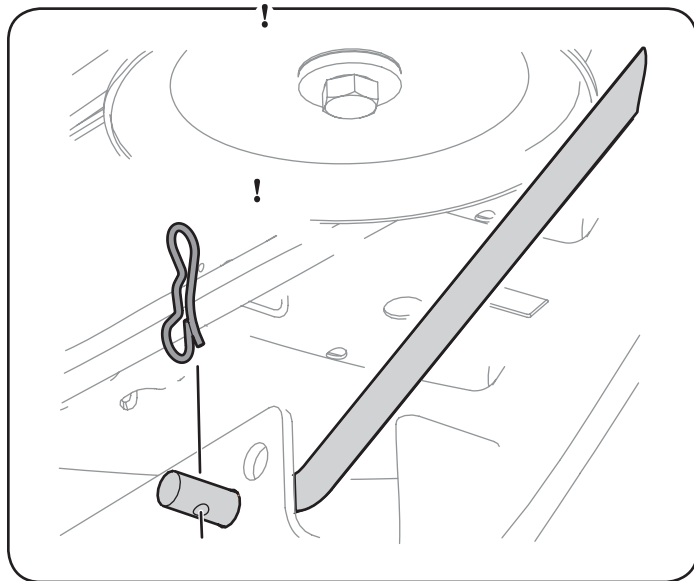

Figura 30
- Tire del pasador de chaveta hacia afuera de la varilla de elevación delantera de la plataforma que la sujeta a la plataforma. Consulte la Figura 30. Deslice la varilla de elevación de la plataforma fuera del soporte de suspensión frontal.